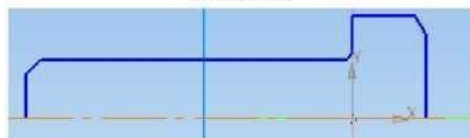

Рис. 6.
9. С помощью команд *Редактор – Разрушить* и *Усечь кривую* приведите чертеж болта к виду, указанному на рис. 6.